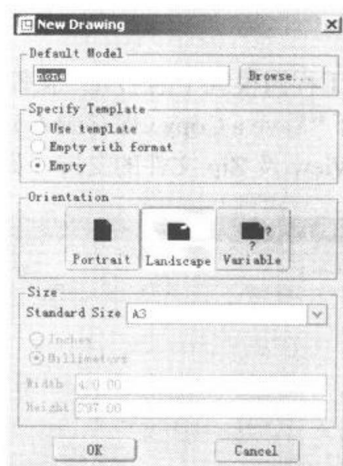

图 1-8
- ⇒ [在“Type (类型)”栏中选择“Drawing (工程图)”，在“Name (文件名)”编辑框中输入文件名或者采用默认文件名，取消选择“Use default template (使用默认模板)”选项，单击 OK 按钮，弹出“New Drawing (新制图)”对话框，如图 1-8 所示。]